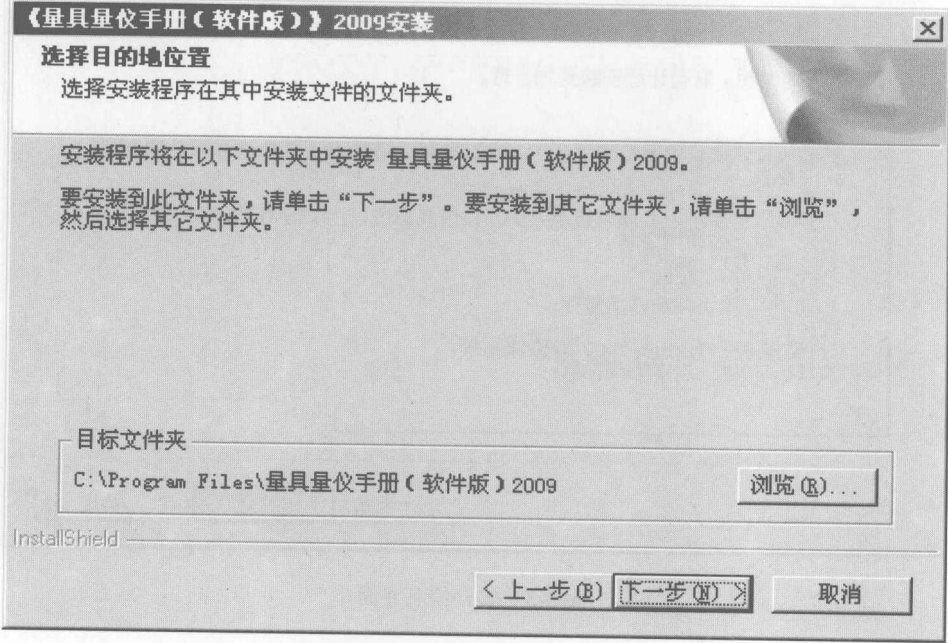
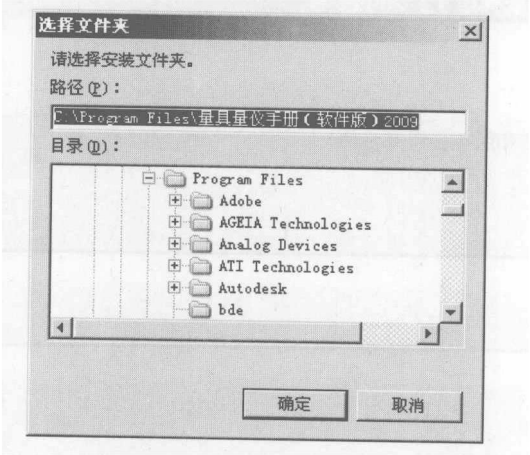

图 1-5 选择安装目录界面
图 1-6 选择合适的文件夹界面
(6) 进入如图 1-5 所示的选择安装目录界面。系统推荐的安装目录是“C:\Program Files\量具量仪手册（软件版）2009”。如果确认将软件安装在系统推荐的目录中，单击“下一步”按钮；如果希望安装在其他的目录中，单击“浏览”按钮，在出现的对话框中选择合适的文件夹，然后单击“确定”按钮，确认安装路径，如图 1-6 所示。